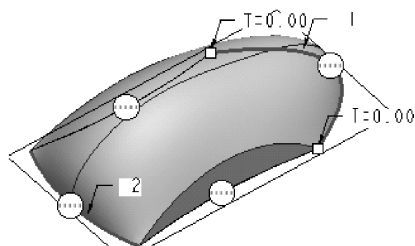

图 6-131 创建第4边界混合曲面
(5) 单击【基础特征】工具栏中的【边界混合】按钮,在图形区选择曲线1,按住〈Ctrl〉键单击曲线5,在对话框单击【第二方向】曲线收集器,使其处于淡绿色激活状态,在图形区单击曲线6,按住〈Ctrl〉键单击曲线7,单击控制区的【应用】按钮,完成第4个边界混合曲面的创建,如图6-131所示。